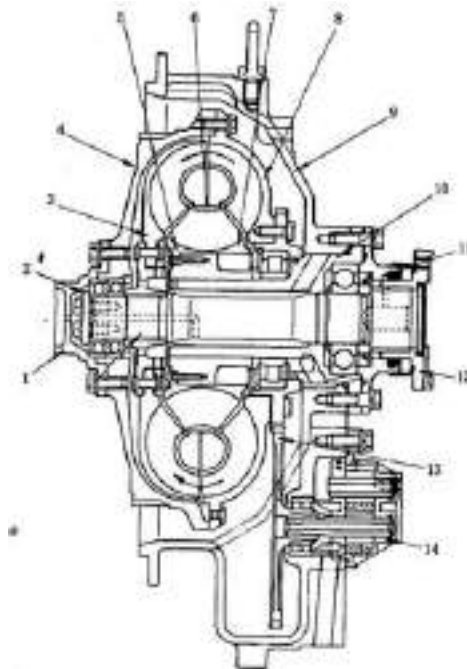

Рис. 5-8
5.2 Гидротрансформатор (Рис. 5-8)